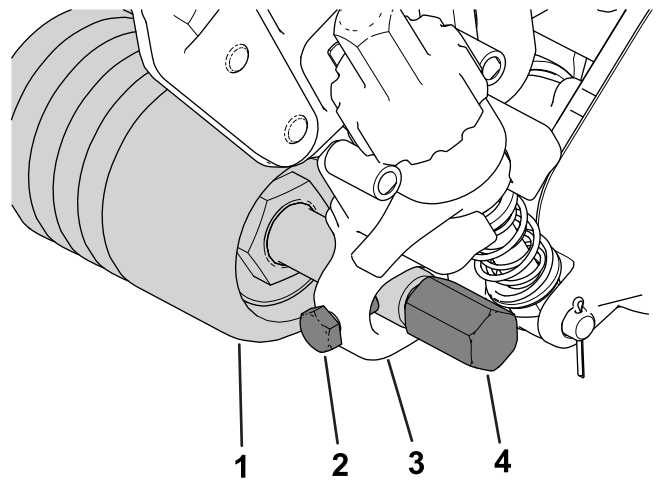
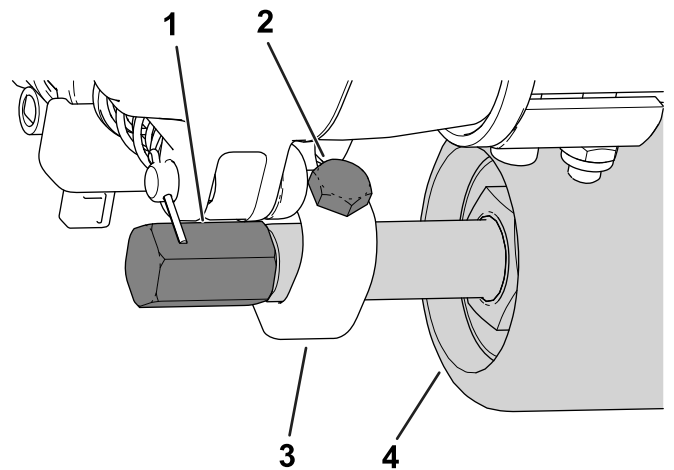

图 14
图 15
5. 将滚筒轴插入两个剪草高度HOC支架之间并居中然后用 2 个固定螺丝将其固定图 14 或图 15。
固定螺丝可以安装到剪草高度支架的前侧如图 14 所示或后侧图 15。螺丝安装在前侧疏草刀可清理滚筒安装在后侧疏草刀可与滚筒对接。
6. 将疏草刀防护装置装到滚筒轴的两侧图 14。